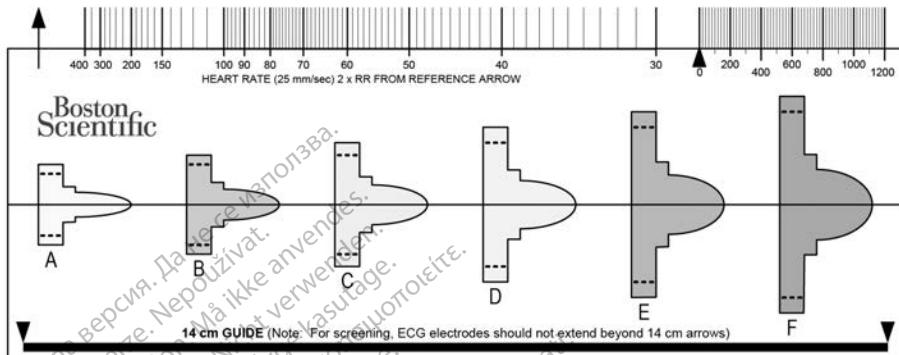

Figura 1. Herramienta de screening del paciente
La herramienta de screening del paciente, modelo 4744 (Figura 1 Herramienta de screening del paciente en la página 17) es una herramienta de medida personalizada hecha de plástico transparente anotado con perfiles coloreados. Para facilitar la referencia, se asigna una letra (A, B, C, D, E, F) a cada perfil coloreado. Los perfiles están diseñados para asegurar el funcionamiento correcto del dispositivo al identificar características de señalización que pueden provocar resultados de detección insatisfactorios para el paciente antes del implante. El proceso de screening del paciente se completa en tres pasos: (1) Obtención del ECG de superficie, (2) Evaluación del ECG de superficie y (3) Determinación de un vector de detección aceptable.